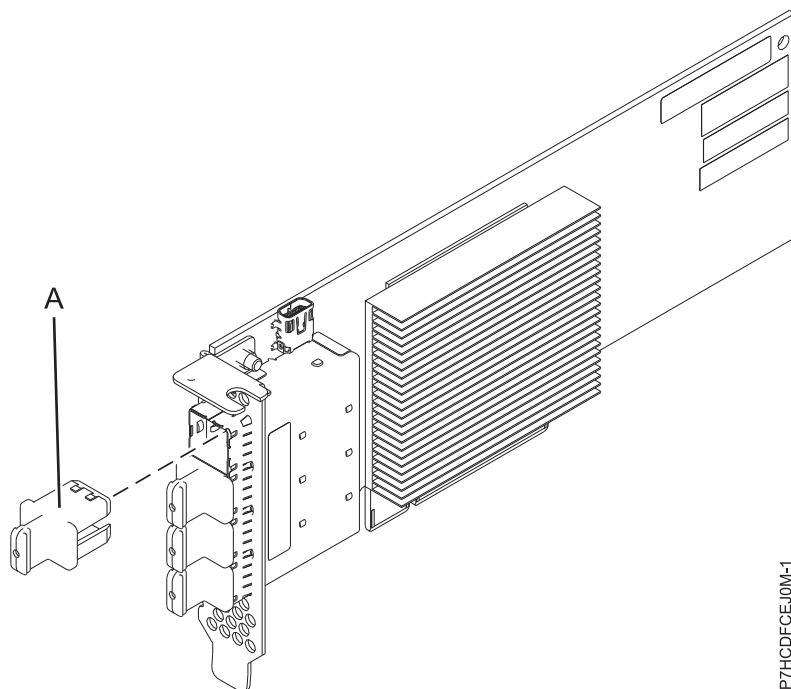

図 29. PCIe3 LP 4 x8 SAS ポート・アダプター
PCIe3 LP 4 x8 SASポート・アダプターは、PCI Express (PCIe)、第 3 世代、RAID SAS アダプターで、ロー・プロファイル、ショート・フォーム・ファクター・アダプターです。このアダプターは、高性能で高密度のシリアル接続 SCSI (SAS) アプリケーションに使用されます。これは、4 つの mini SAS 高密度 (HD) x4 コネクタを使用して SAS DVD または SAS テープの接続をサポートするため、これにより、物理リンクをさまざまな狭幅ポート構成および広幅ポート構成で使えるようになります。SAS テープの接続は、単一アダプター構成でのみサポートされ、同じアダプター上で SAS ディスクと混用することはできません。アダプターは、書き込みキャッシュを備えていません。95 ページの図 29 は、PCIe3 LP 4 x8 SASポート・アダプターを示しています。
95 ページの図 29 はアダプターを示しています。コネクタ・プラグ (A) は、空白ポートに取り付けて、隣接したポート・コネクタのケーブルが差し込まれたり取り外されたりした場合のそのポートの損傷を防ぎます。